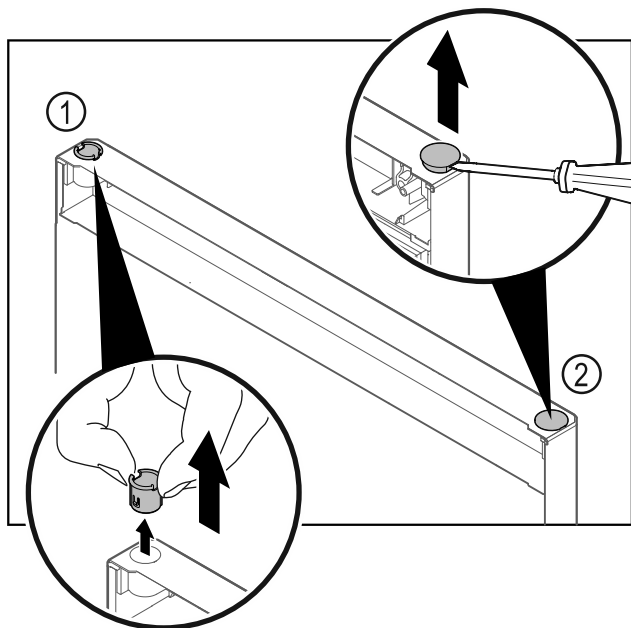

Fig. 24
- ▶ Vedä saranaholkki Fig. 24 (1) sormin pois.
- ▶ Kohota suojanastaa Fig. 24 (2) varovasti talttaruuvimeisellä ja vedä se pois.